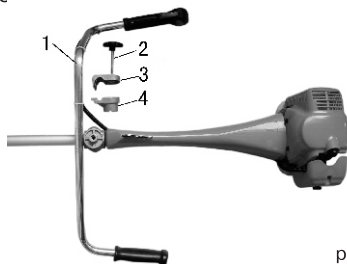

рис. 2
1. Для установки рукоятки Вам потребуется: рукоятка (1), держатель (4), зажим (3) См. рис. 2